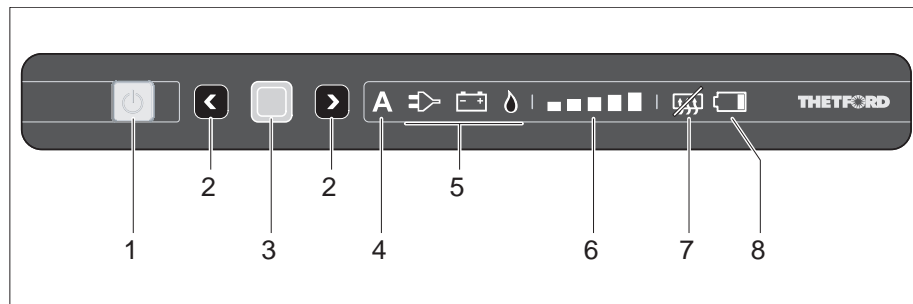

Bild 228 Reglage/knappar och indikeringslement för kylskåpet (Thetford utan SES)
- Tryck på knappen (Bild 228,1).
- Tryck på knappen (Bild 228,1) och håll den inne. Alla lampor slocknar.
Om den automatiska driften väljs lyser indikeringen för automatisk drift (Bild 228,4) och den bästa tillgängliga källan (Bild 228,5) på manöverpanelen.
- Tryck på bekräftelseknappen (Bild 228,3) och håll den intryckt. Symbolerna för driftlägen (Bild 228,5) börjar blinka.
- Välj gasdrift med urvalsknapparna (Bild 228,2) och bekräfta valet med bekräftelseknappen (Bild 228,3).
- Välj 230 V-drift med urvalsknapparna (Bild 228,2) och bekräfta valet med bekräftelseknappen (Bild 228,3).
- Välj 12 V-drift med urvalsknapparna (Bild 228,2) och bekräfta valet med bekräftelseknappen (Bild 228,3).
- Tryck på bekräftelseknappen (Bild 228,3) igen. Kylnivåindikeringen (Bild 228,6) börjar blinka.
- Välj önskad kylnivå med urvalsknapparna (Bild 228,2) och bekräfta valet med bekräftelseknappen (Bild 228,3).